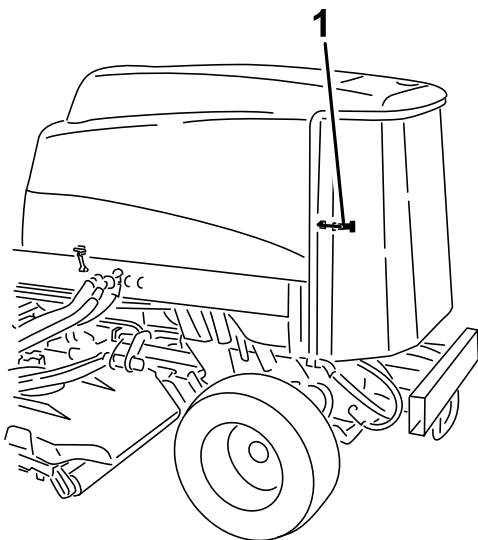

図 78
3. 後部スクリーンのラッチを外してスクリーンを開く 図 78。